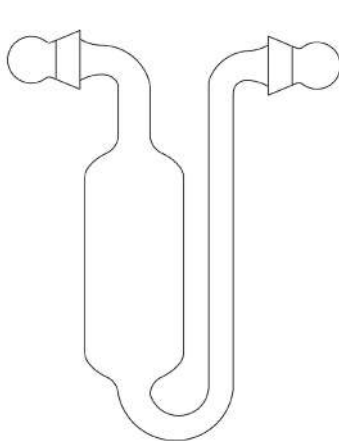

Рис. 162. Пикнометр
3. **Пикнометр Оствальда** (рис. 162). Прибор очень удобно использовать для определения плотности жидкости. Во время проведения исследований правую часть изогнутой трубки необходимо присоединить к водоструйному насосу, а левую часть – погрузить в жидкость. Образующиеся внутри колбы пузырьки воздуха легко удаляются при нагревании или